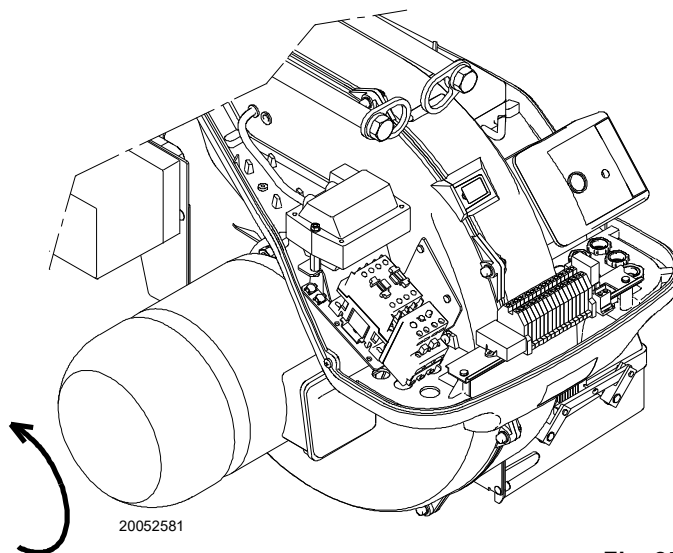

Fig. 25
- contrôler le sens de rotation du moteur ventilateur comme sur la Fig. 25.